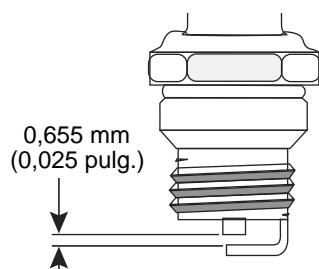

Fig. 40
3. Cambie las bujas que estZ rajadas, sucias o deterioradas. Fije la separacin de aire a 0,655 mm (0,025 pulgadas) utilizando un calibrador (Fig. 40).